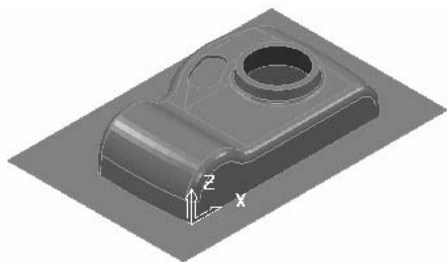

图 2-165 打开范例文件
2) 选择下拉菜单中的“文件”→“范例”命令，弹出“打开范例”对话框，选择“camera.ttr”（“随书光盘：\第2章\exercise13\uncompleted\camera.ttr”）文件，单击“打开”按钮即可，如图 2-165 所示。